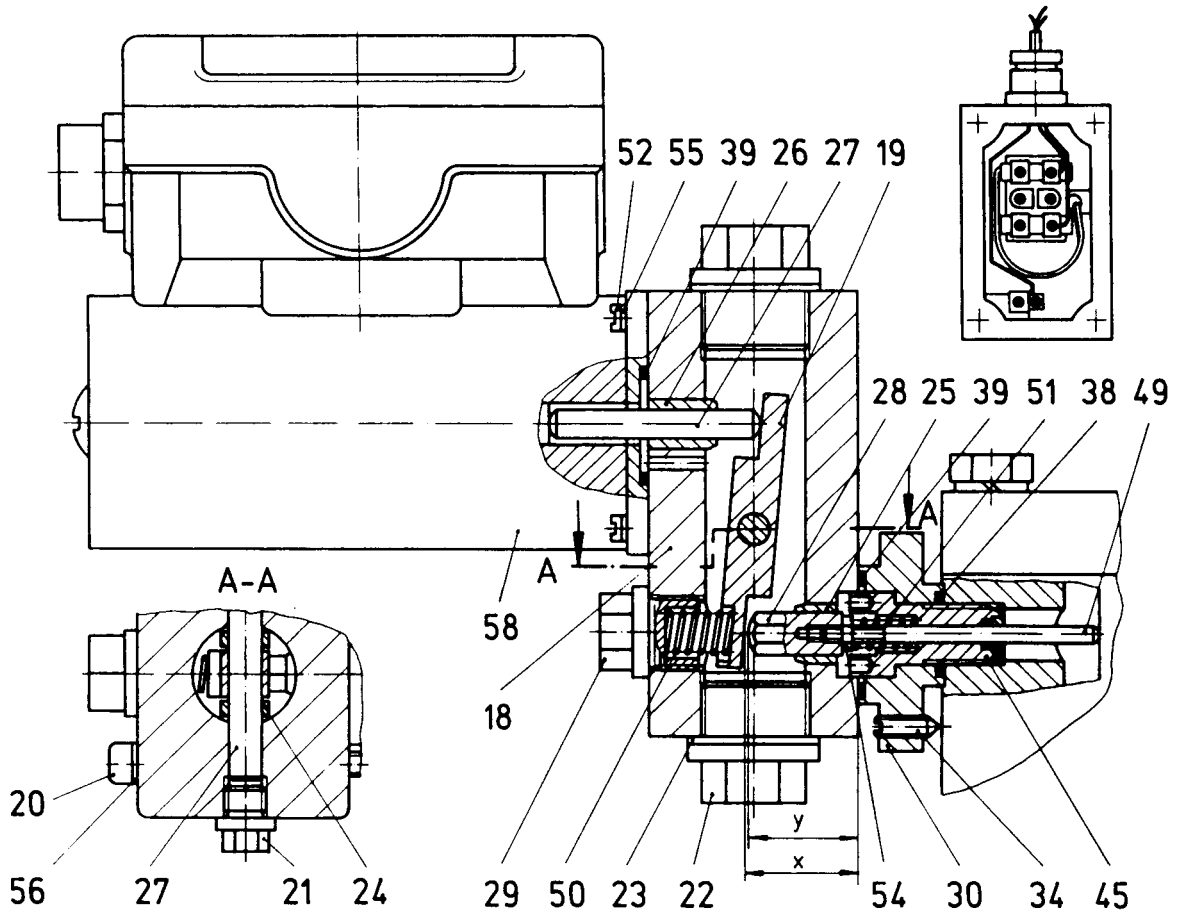
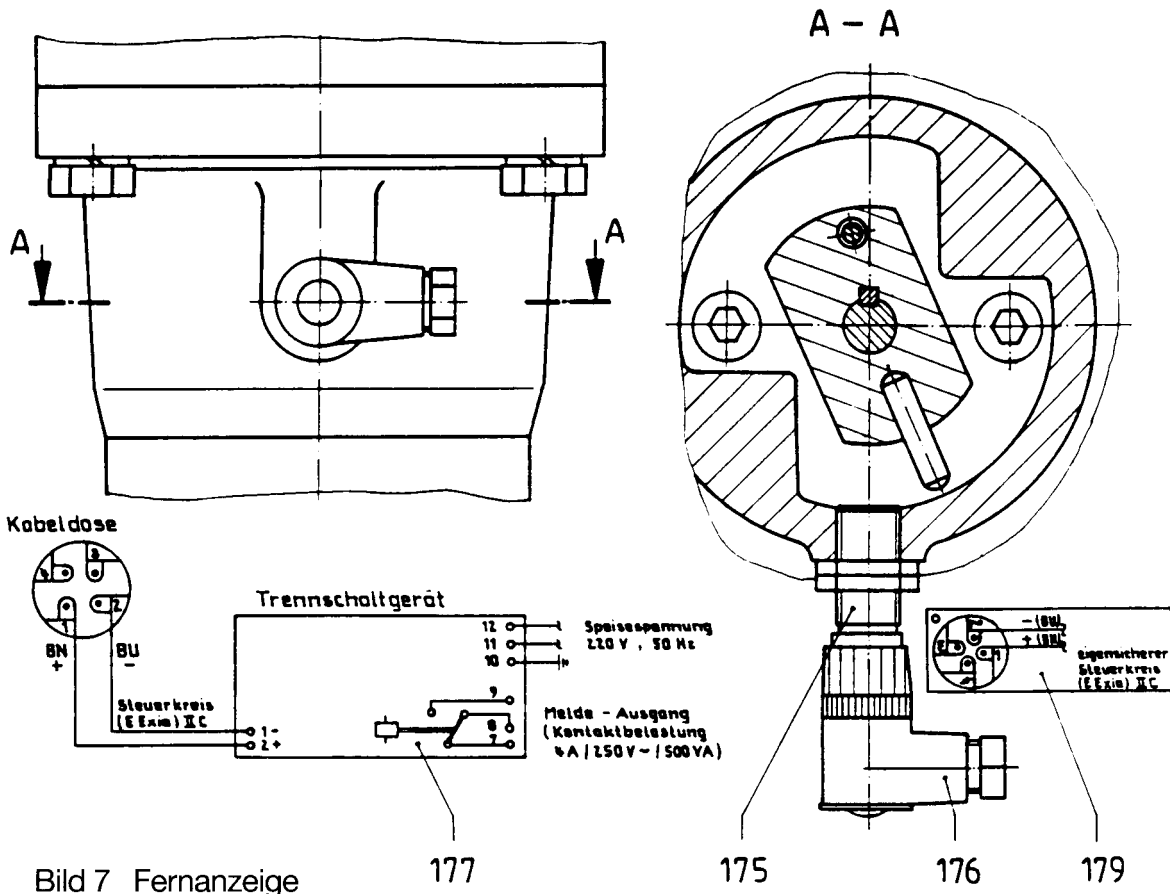

Bild 4 Anbau der Elektromagnete
Bild 7 Fernanzeige
Bei Elektromagnet-Auslösung ist für den elektrischen Anschluß Bild 4 und bei Fernanzeige Bild 7 zu beachten.
Zum Anbau einer Elektromagnet-Auslösung bei Stromgebung ist das Maß 26 nach Bild 4 einzustellen, bei einer Elektromagnet-Auslösung bei Stromausfall das Maß y. Dabei gilt: $y = x-0,2$.
Verstellbarer Stirnlochschlüssel Gr. 3 für Schraube (45) Bild 4